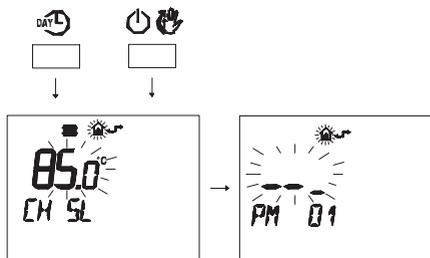

Figura 5.56
- Premere contemporaneamente i pulsanti DAY^L e per entrare nella programmazione trasparente (Figura 5.56).